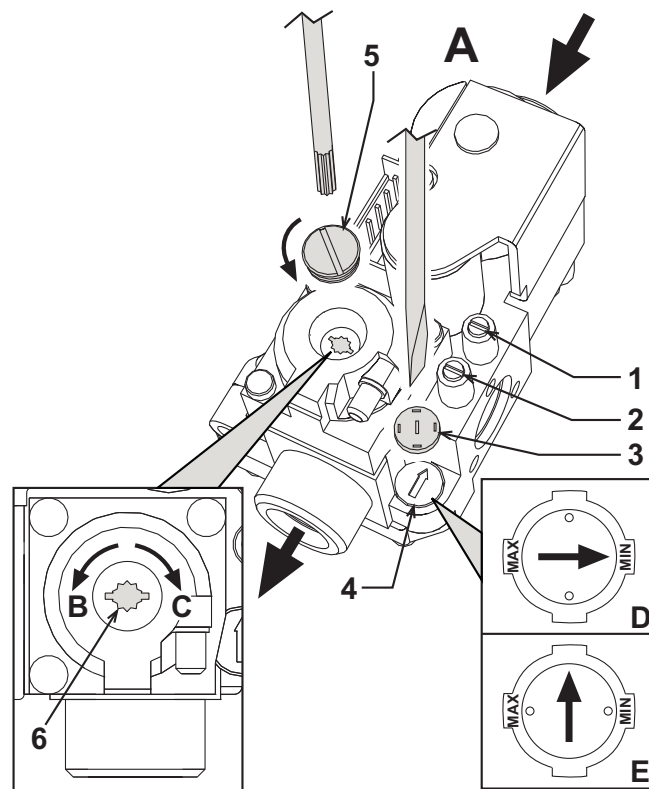

рис. 17 - Регулирование давления
На котле PEGASUS D можно регулировать тепловую производительность топки и, следовательно, тепловую мощность, передаваемую воде системы отопления; это делается исключительно путем регулировки основной горелки с помощью газового вентиля (см. рис. 17). На графиках, приведенных в параграфе сар. 5.2, показано изменение передаваемой воде тепловой мощности в зависимости от изменения рабочего давления горелки. Возможность приведения мощности котла в соответствие с реальными потребностями отопления означает, прежде всего, снижение потерь и экономию топлива. Кроме того, при регулировке мощности, регламентированной также стандартом, котлы сохраняют значения КПД и характеристики сохранения почти без изменений.
1. С помощью небольшой отвертки снимите защитный колпак 5 вторичного привода газового вентиля рис. 17.
2. Подключите манометр к клемме давления 2 (рис. 17), расположенной после газового вентиля, затем переведите ручку термостата котла на максимум.
3. Регулируйте давление с помощью винта 6 (рис. 17) на желаемое значение, руководствуясь диаграммами, приведенными в параграфе сар. 5.2.
2. Снимите с газового вентиля маленький защитный колпачок 3 (рис. 17). С помощью маленькой отвертки регулируйте "СТУПЕНЬ" розжига как на основании выбранного для работы газа (**G20-G25** положение **D** рис. 17 или **G30-G31** положение **E** рис. 17); установите на место защитный колпачок.
- Спустите воздух из газопроводных труб через штуцер отбора давления 1 газового вентиля (рис. 17).